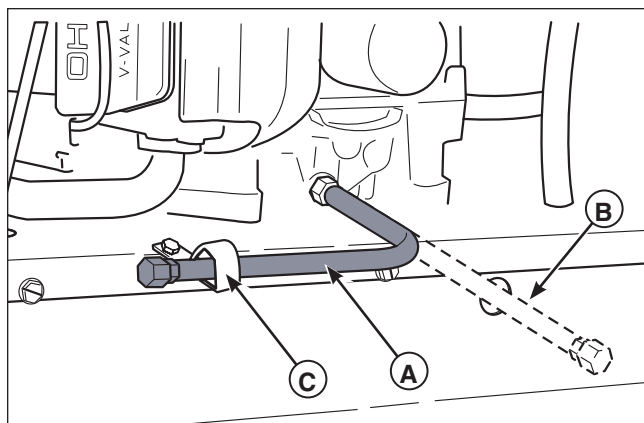

Figura 12. Scolo dell'olio motore
2. Togliere il tubo di scarico dell'olio (A, Figura 12) dal morsetto per cavo (C) sul lato posteriore di sinistra del piano del motore e spostarlo sopra la parte posteriore del piano del motore come indicato nella Figura 12.
3. Porre un piccolo contenitore sotto il punto di scarico dell'olio per raccogliere l'olio che esce. Servendosi degli utensili adatti, togliere il tappo dal tubo di scarico dell'olio (A) e scolare l'olio del motore.